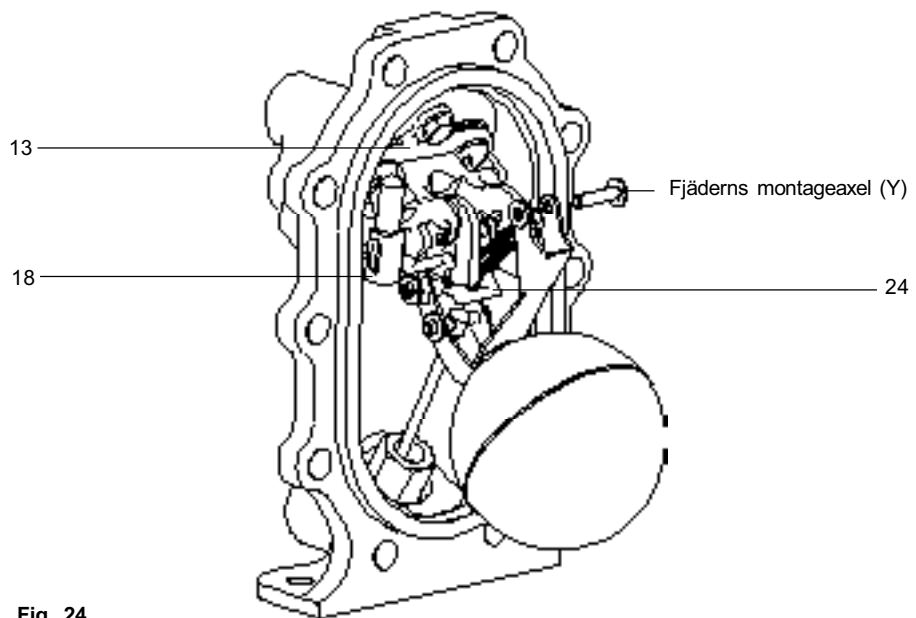

Fig. 24
15. För att avlägsna utblåsningsventilen (del 18), avlägsna sprinterna, brickorna, och axeln (Y) från toppen av fjäderns låsaxel (Se fig. 24).
18. Sätt utblåsningsventilens (del 18) spår i linje med hävarmen (del 24) (Se fig. 24).